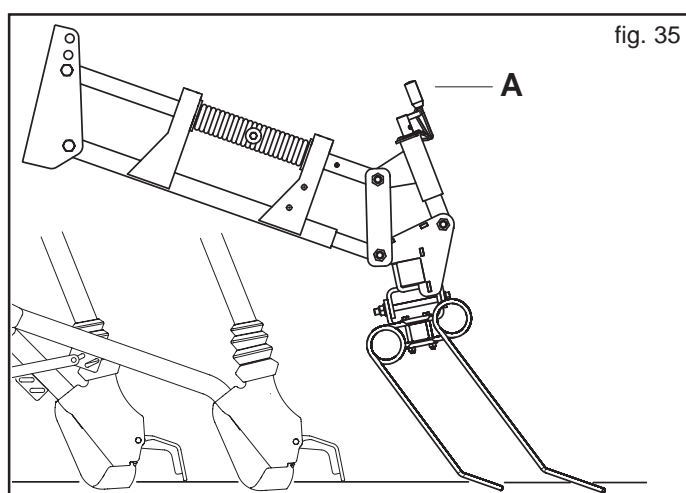

fig. 35
La position de travail normale de la herse est indiquée sur la Figure 35. Dans cette position, l'usure de la dent courte et de la dent longue est identique. Grâce à la poignée de réglage (A), il est possible de modifier l'inclinaison de la herse.